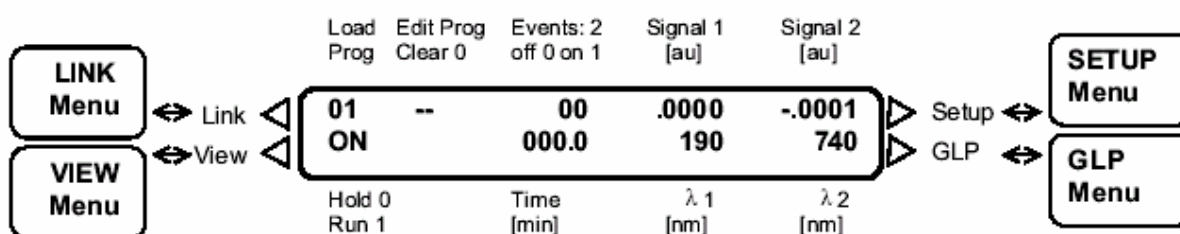

Рис. 4 Структура меню спектрофотометра K-2600
После подключения прибора и завершения процедуры самотестирования на дисплее возникает главное меню, которое содержит общую информацию о состоянии прибора, рис. 4. Используя желтые стрелки клавиатуры, можно перемещать мигающий курсор в любую область экрана. Если курсор будет переведен во внешнюю позицию меню, например, **ON** в нижнем левом углу главного меню, нажатие клавиши \leftarrow приведет к появлению меню VIEW на экране.
1. Активируйте главное меню, см. рис.4.